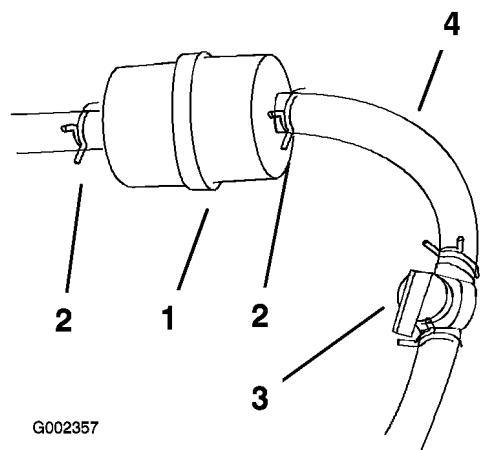

Figura 39
4. Cierre la válvula de cierre de combustible (Figura 39).
5. Apriete los extremos de las abrazaderas y deslícelas por el tubo alejándolas del filtro (Figura 39).
7. Instale un filtro nuevo y acerque las abrazaderas al filtro (Figura 39).
3. Cierre la válvula de cierre de combustible (Figura 39).
4. Afloje la abrazadera cerca del filtro de combustible y deslícela por el tubo, alejándola del filtro de combustible (Figura 39).
5. Desconecte el tubo de combustible del filtro de combustible (Figura 39).
Nota: Deje fluir la gasolina a una lata u otro recipiente apropiado (Figura 39).
7. Instale el tubo de combustible en el filtro de combustible. Acerque la abrazadera al filtro de combustible para fijar el tubo de combustible (Figura 39).